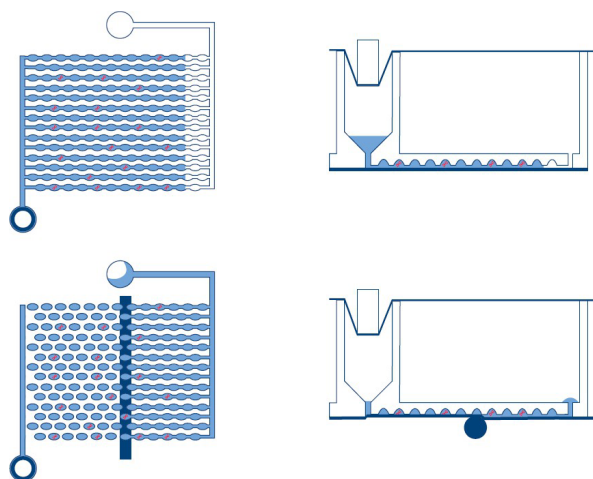

Figura 1. Esquema de enchimento e criação de partições de um poço.
- **Criação de partições:** No primeiro módulo do instrumento, os microcanais e as partições da placa são preenchidos com o material de amostra e a mistura de reação de dPCR. Isto é conseguido através de pinos de êmbolo que comprimem o vedante superior elástico da nanoplaca sobre cada poço. Isto cria uma pressão positiva que bombeia o líquido dos poços de entrada para os microcanais e as partições. Posteriormente, os canais de ligação entre as partições são vedados por ativação de um adesivo sensível à pressão através de um processo de compressão controlado por pressão (consulte a Figura 1).
- **Aquisição de imagens:** O passo final do processo é a aquisição de imagens, que capta o sinal de cada partição dos poços da nanoplaca. No modo Utilitário, o utilizador pode configurar os canais de deteção e as definições de aquisição de imagens utilizando a funcionalidade de configuração de experiências no Software Suite. No modo IVD, as definições de aquisição de imagens são predefinidas para condições otimizadas, não necessitando de configuração por parte do utilizador. As partições que contêm uma molécula alvo emitem fluorescência com maior intensidade do que as partições sem alvo (consulte a Figura 1). Para obter mais informações e especificações sobre o sistema de aquisição de imagens, consulte a Secção 8 Especificações técnicas.